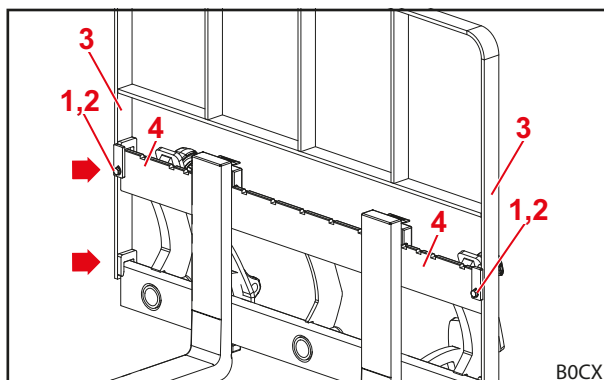

Fig. 44 Sikringsgitter monteret på pallegaffel
- (4) Sæt sikringsgitteret på redskabets ramme ovenfra.
**i** Sørg for, at sikringsgitteret hviler på rammen foroven og forneden (se pilene i Fig. 44).
- (5) Montér sikringsgitteret på rammen i højre og venstre side med hver 1 sekskantskrue M10x40 og 1 spærrekantring.